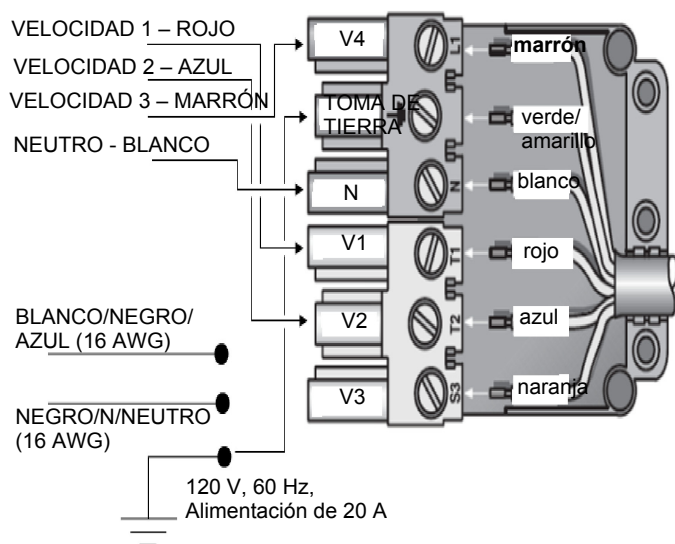

Figura 9: Cableado de la campana con un ventilador a distancia
8. Conecte el ventilador a distancia con los cables del conector en espiral, como se muestra en la *Figura 9*. Conecte el cable verde (toma de tierra) del ventilador al tornillo de toma de tierra de la caja de conexiones. Consulte las instrucciones de instalación del ventilador para obtener más detalles sobre el cableado.